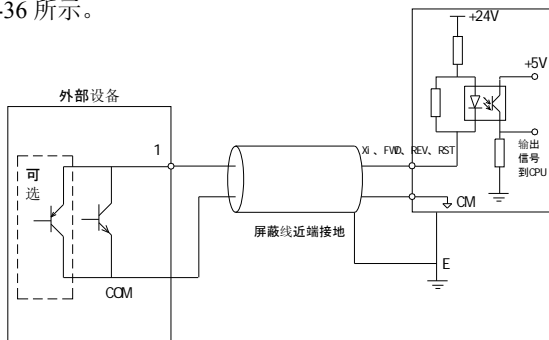

图 2-36 Xi、FWD、REV、RST 输入源极接线示意图
2.12.7 X1~X7、FWD、REV、RST 输入源（漏极）方式，NPN 型共发射极，外部设备，Xi、FWD、REV、RST 输入源极接线示意图如图 2-36 所示。